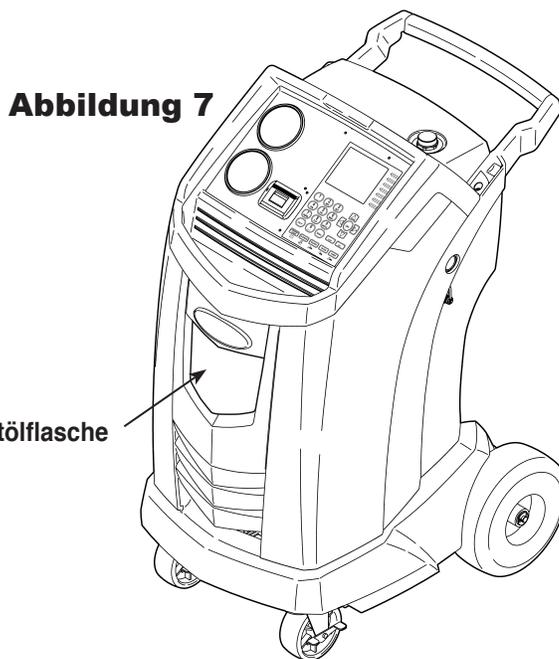

Abbildung 7
1. Vor dem Beginn einer Rückgewinnung die Altölflasche leeren. Die Altölflasche gerade nach unten aus dem Gerät herausziehen – die Flasche dabei nicht drehen und nicht hin und her schwenken. Siehe Abbildung 7.
1. Die Serviceschläuche an die Spülanschlüsse des Gerätes anschließen (siehe Abbildung 7).